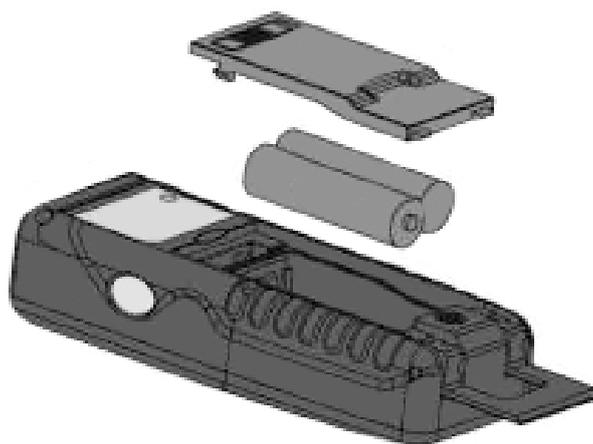

Fig. 9: Substituição das baterias internas
1. Deslizar a tampa do compartimento da bateria para a direita e removê-la (ver Fig. 9)